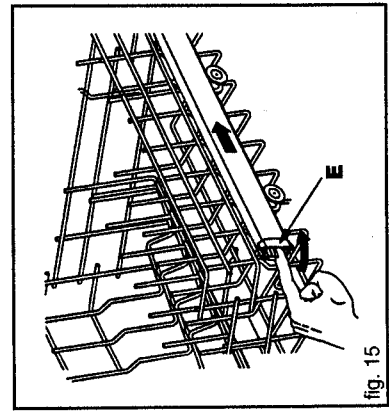
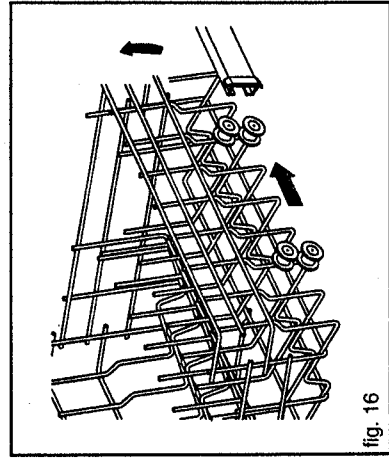

fig. 15
fig. 16
Tirer le panier à fin de course, tourner de 90° l'arrêt (E) de la glissière droite (fig. 15), pousser la glissière à l'intérieur de la machine et introduire (après avoir levé le panier) les deux roues plus basses dans la glissière (fig. 16); remettre l'arrêt dans la position de départ.